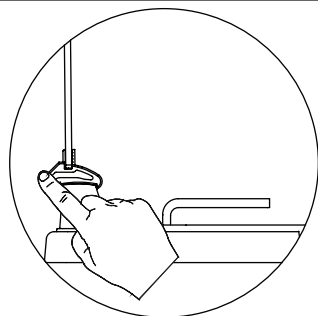

Figure 1
- 1.** Comme le montre la figure 1, la porte vitrée peut être fermée en appuyant avec le doigt sur le loquet situé sur le clip en plastique.